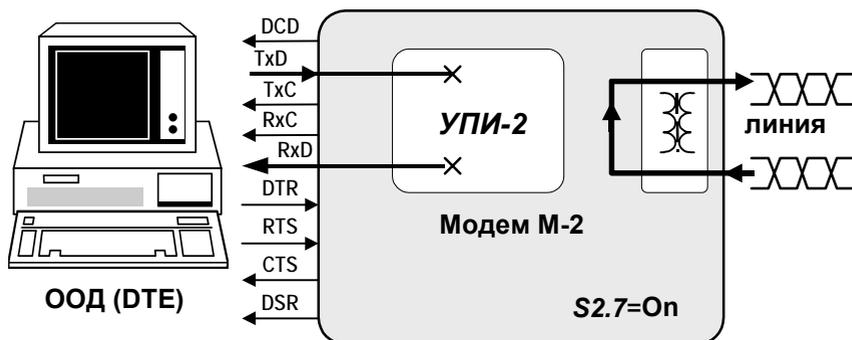

Рис. 11 Проверка *Цифровой шлейф (DL)*
Проверка *Цифровой шлейф (Digital Loopback)* устанавливает заворот данных (шлейф) на ЛОКАЛЬНОМ модеме в сторону УДАЛЕННОГО модема. Этот режим обеспечивает, в частности, возможность проверки канала передачи данных, в котором модем M-2 используется только с одной стороны. Рис. 11 иллюстрирует принцип проверки *Цифровой шлейф (DL)*.